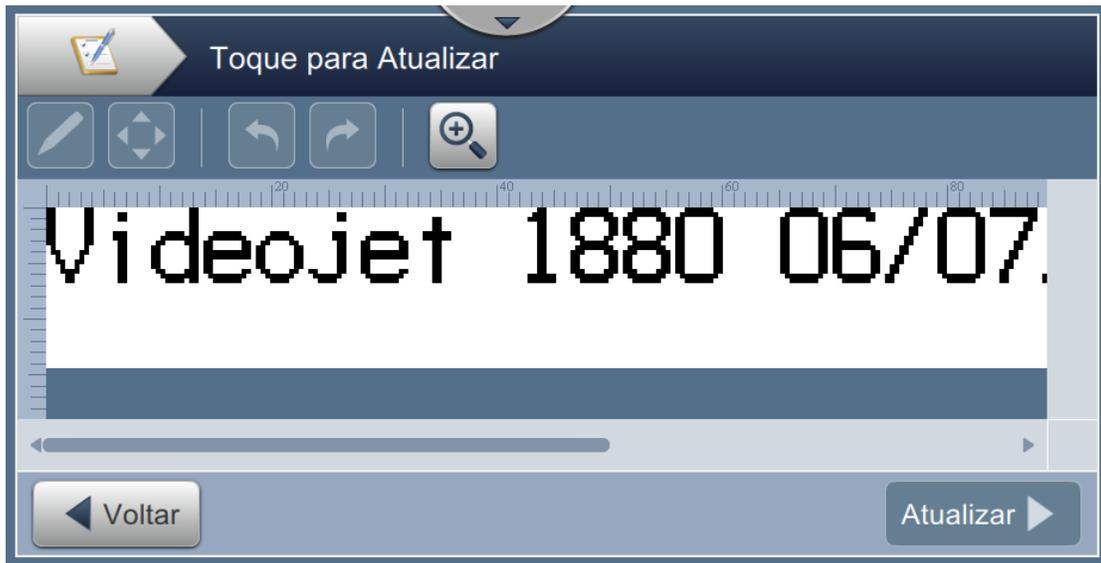

Figura 5-18: Editor de trabalhos
3. Para editar um campo solicitado pelo usuário, toque no campo e no botão,  como mostra a Figura 5-18.
5. Para mover o local do campo, toque no campo e no botão  como mostra a Figura 5-18.